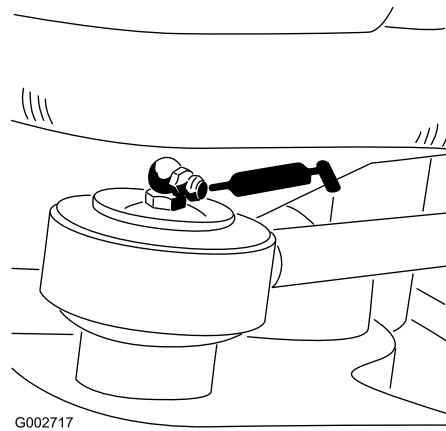

Figura 26
- Extremidade da haste do cilindro de direção (1 – apenas modelo 08705 (Figura 26)